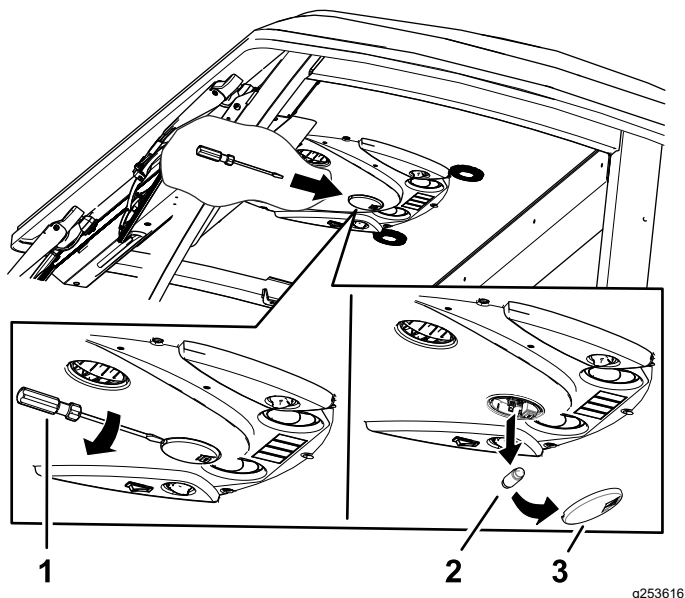

Рисунок 128
1. Снимите защитное стекло осветительного прибора с панели управления с помощью отвертки. (Рисунок 128)
2. Выньте лампу из основания осветительного прибора (Рисунок 128).